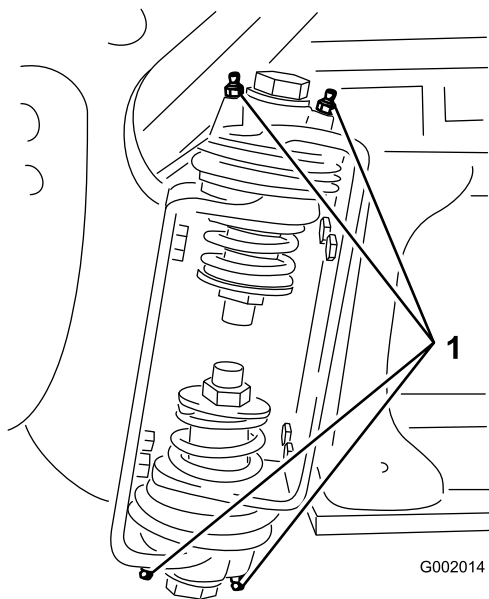

Рисунок 46
2. Закачайте консистентную смазку в подшипник или втулку через каждую масленку Рисунок 46.